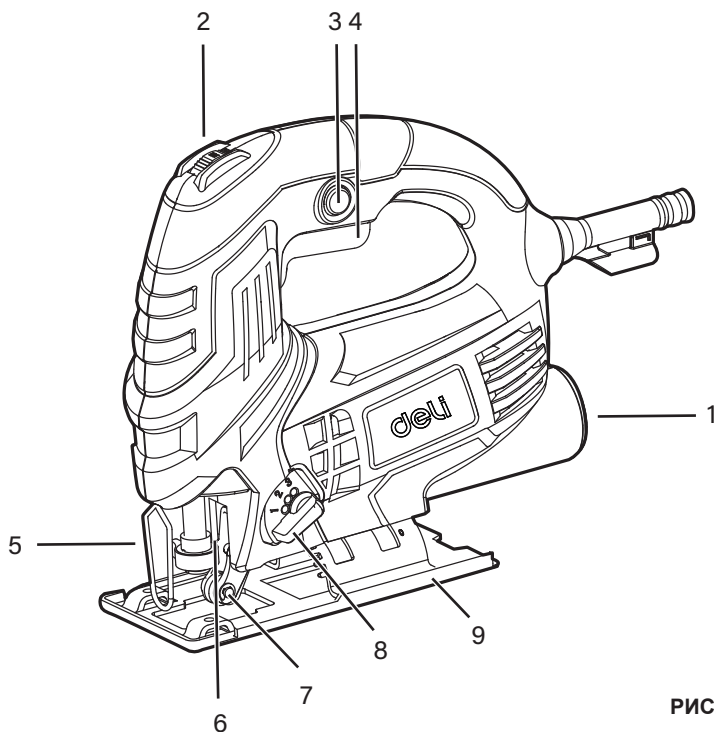

РИС.1
2. Перед использованием электроробзика ознакомьтесь со всеми особенностями эксплуатации и требованиями безопасности. (см. рис. 1)
### Смазка (рис. 1)